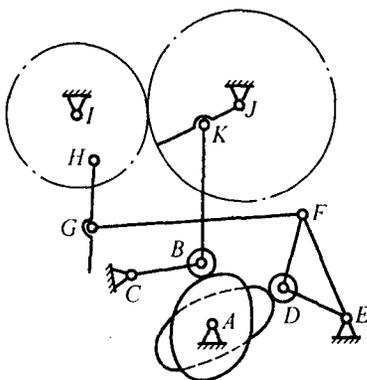

图 1-35
14. 计算图 1-35 所示机构的自由度, 并在图上指出其中的复合铰链、局部自由度和虚约束。图中绕 I 、 J 转动的构件为齿轮。